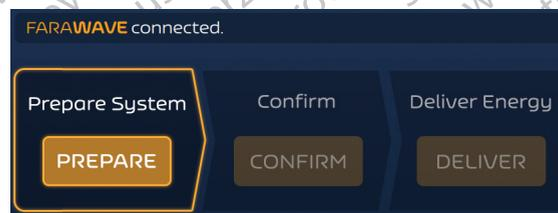
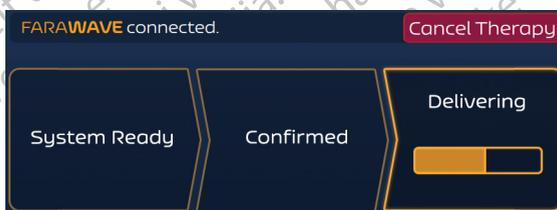

Figura 6. Schermata Therapy (Terapia) - Modalità asincrona - Stato Idle (Inattivo)
Figura 11. Schermata Therapy (Terapia) - Modalità asincrona - Erogazione in corso
6. Dopo aver selezionato e collegato un catetere, la schermata Therapy (Terapia) riporterà la selezione (vedere Figura 6 per un esempio). La modalità asincrona è la modalità di erogazione di energia predefinita del generatore PFA FARASTAR.
- Premere il pulsante DELIVER (EROGAZIONE) per iniziare l'erogazione di energia. L'erogazione di energia può essere annullata premendo in qualsiasi momento il pulsante Cancel Therapy (Annulla terapia) (vedere Figura 11) che farà tornare il generatore PFA FARASTAR allo stato Idle (Inattivo) (vedere Figura 6).
9. Per eseguire altre erogazioni, premere CONFIRM (CONFERMA) e poi DELIVER (EROGAZIONE). L'erogazione di energia può essere annullata premendo in qualsiasi momento il pulsante Cancel Therapy (Annulla terapia). Questa operazione riporta il generatore PFA FARASTAR allo stato Idle (Inattivo) come illustrato nella Figura 6.